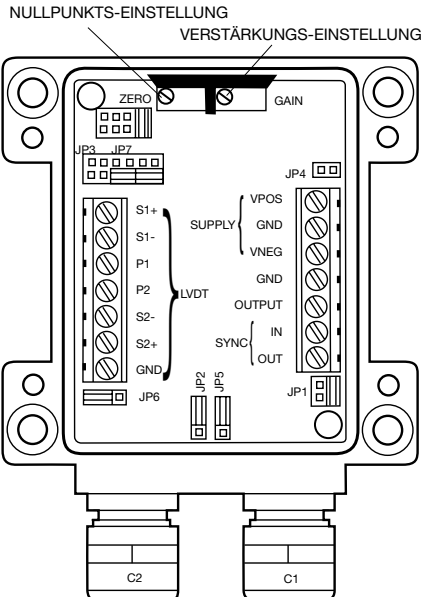

Abb. 1
- Nach Entfernen des Deckels sind die Überwurfmutter **C1** und **C2** zu lösen (Abb.1). Führen Sie das Versorgungs-/Ausgangssignal-Kabel durch die Verschraubung **C1** in den 'SUPPLY' Bereich auf der UCM-Karte. Schließen Sie die Spannungsversorgungs- und Ausgangsleitungen an die entsprechenden Klemmen auf der UCM-Karte an, wie nachfolgend angegeben und in Abb. 1 dargestellt.
- Führen Sie das Transducer-Kabel durch die Verschraubung **C2** in den 'LVDT' Bereich auf der UCM-Karte. Schließen Sie die Transducer-Leitungen an die entsprechenden Klemmen auf der UCM-Karte an (je nach Transducer-Typ), wie nachfolgend angegeben und in Abb. 1 dargestellt.
- Entfernen Sie die Brücke von der Stiftleiste **JP7 (LK3)** auf der UCM-Karte (siehe Abb. 1) und parken Sie sie auf **JP4** (siehe Abb. 1). Drei verschiedene Ausgangsoptionskarten sind verfügbar: